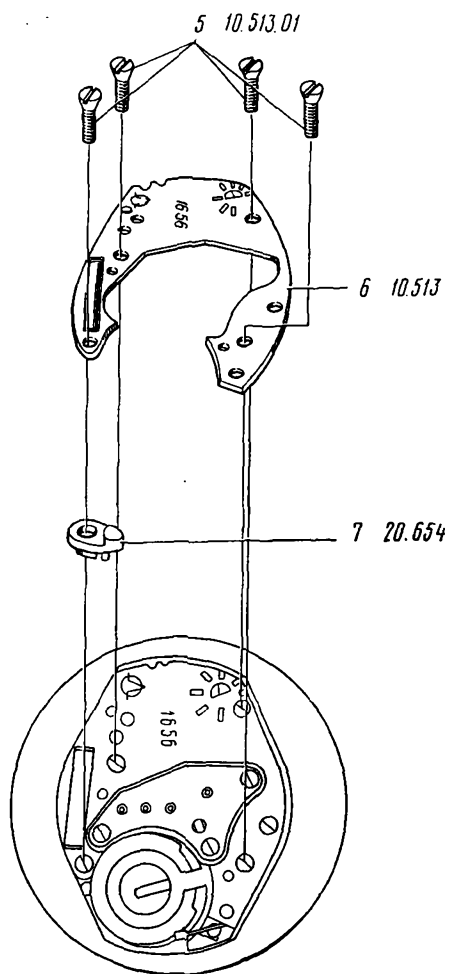

Рис. 49
8. Отвернуть и снять винты 5 блока кварцевого генератора (рис. 49)